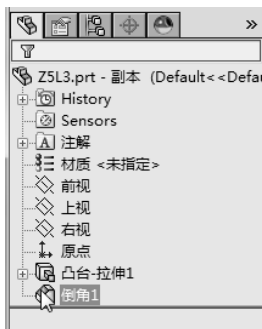

图 5-11 FeatureManager 设计树中倒角特征
- [2] FeatureManager 设计树中倒角特征如图 5-11 所示。